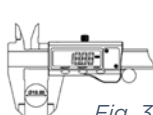

Fig. 3
- B. Mesurage de dimensions extérieures (Fig. 3).